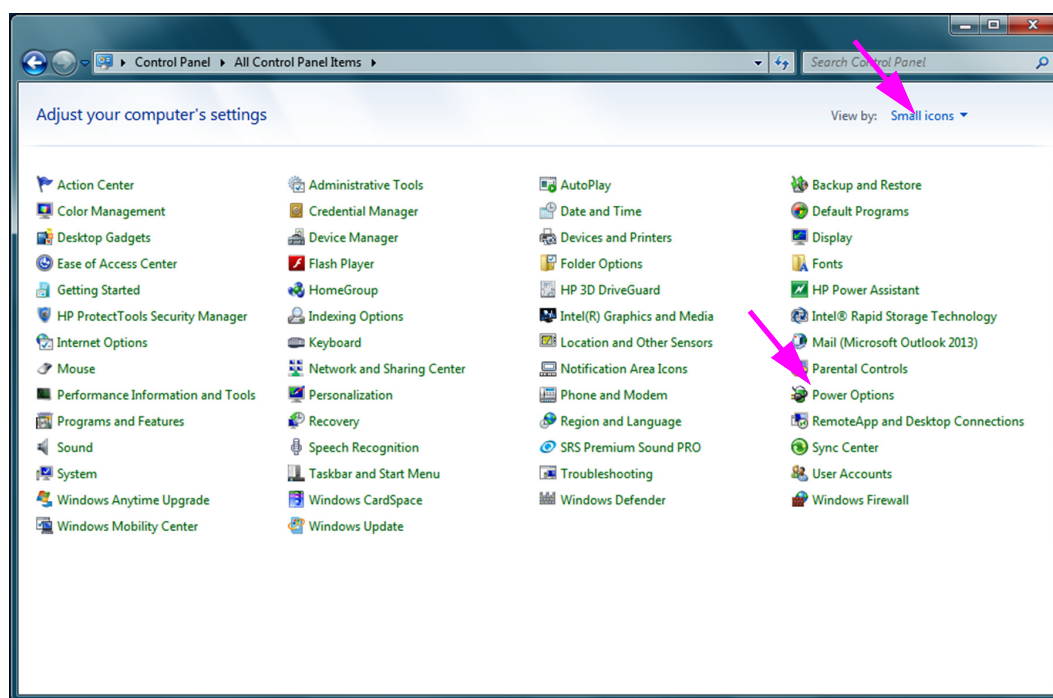

Figura 2-18. Finestra All Control Panel Items (Tutti gli elementi del Pannello di controllo)
2. Selezionare **Control Panel (Pannello di controllo)**. Se è impostata la visualizzazione per le icone piccole, verrà visualizzata la finestra All Control Panel Items (Tutti gli elementi del Pannello di controllo), come mostrato nella Figura 2-18. Fare clic su **Power Options (Opzioni risparmio energia)**.